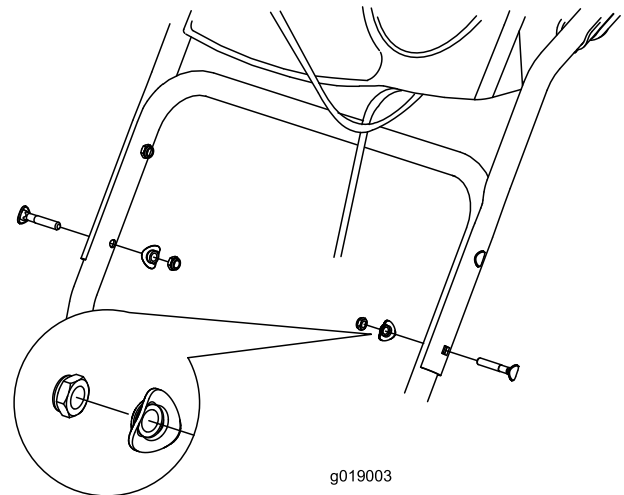

Рисунок 4
1. Поднимите и поверните верхнюю рукоятку, поставив ее над нижней рукояткой (Рисунок 4).
2. Установите 2 болта рукоятки, 2 изогнутые шайбы и 2 контргайки в нижние отверстия рукоятки (Рисунок 4).